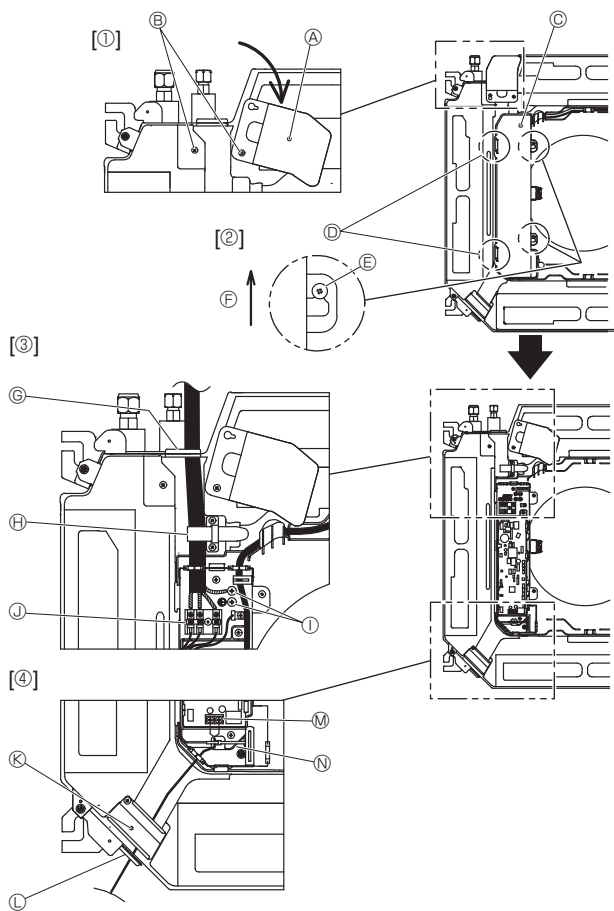
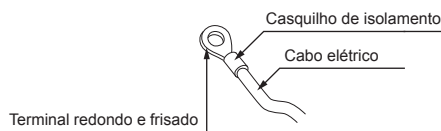
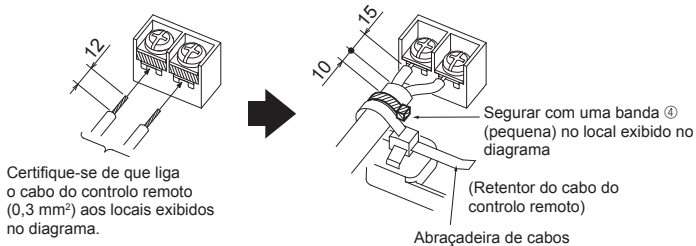

Fig. 6-1
Fig. 6-2
Fig. 6-3
### 6.1. Unidade exterior (Fig. 6-1)
- Desaperte os dois parafusos que seguram o painel de serviço da cablagem elétrica e, em seguida, rode o painel. [Fig. 6-1 ①]
- Desaperte os dois parafusos que seguram a tampa da caixa elétrica e, em seguida, faça deslizar a tampa. [Fig. 6-1 ②]
- Faça passar o cabo de alimentação, o cabo de ligação da unidade interior/exterior e o cabo de ligação à terra pelas entradas de cablagem mostradas no diagrama. [Fig. 6-1 ③] Coloque a parte revestida do cabo de alimentação e do cabo de ligação da unidade interior/exterior na caixa elétrica. Utilize terminais redondos e frisados para o terminal de ligação da unidade interior-exterior e o kit de terminais de alimentação opcional. [Fig. 6-2] Se não for possível utilizar terminais redondos e frisados, siga o procedimento da Fig. 6-3-6-6. Consulte as secções 6.1.1. e 6.1.2. para obter informações sobre a ligação.
- Faça passar e prenda o cabo do controlo remoto nas entradas de cablagem mostradas no diagrama. [Fig. 6-1 ④, Fig. 6-3] Consulte as secções 6.1.1. e 6.1.2. para obter informações sobre a ligação.